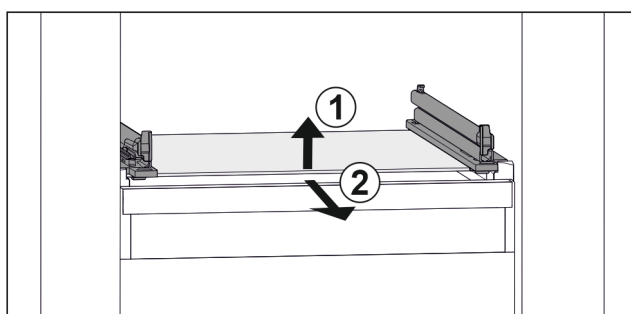

Fig. 47 Príklad zobrazenia sklenenej dosky
- Nadvihnite sklenenú dosku vpred. Fig. 47 (1)
- Odoberte sklenenú dosku dopredu. Fig. 47 (2)